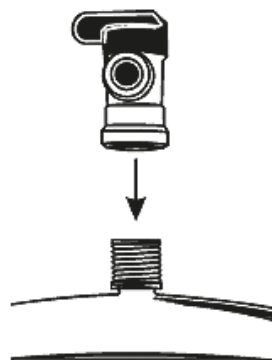

Рис. 10
2. Подсоедините шаровой кран бака к вершине накопительного бака (см. **рис. 10**). Во избежание повреждение крана не прилагайте больших усилий при его установке. Используйте гаечный или разводной ключ.